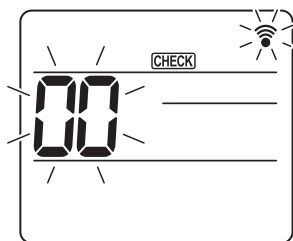
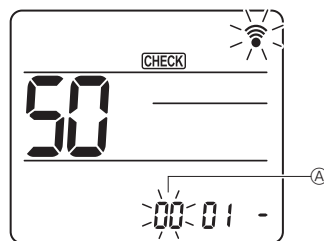
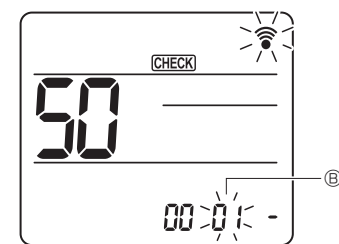
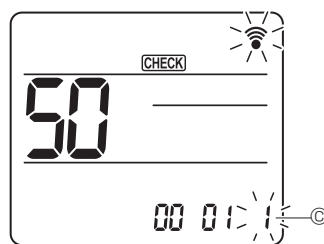

Fig. 7-16
Fig. 7-17
Fig. 7-18
Fig. 7-19
7.4.2. À l'aide de la télécommande sans fil (Fig. 7-16, Fig. 7-17, Fig. 7-18, Fig. 7-19)
① Accès au mode de sélection des fonctions
- Appuyez sur la touche [MENU] pendant 5 secondes. (Commencez cette opération lorsque l'affichage de la télécommande est éteint.) [CHECK] s'allume et "00" clignote. (Fig. 7-16)
② Réglage du numéro d'appareil
- Appuyez sur les touches [DOWN] pour régler le numéro d'appareil A. (Fig. 7-17)
③ Sélection d'un mode
- Appuyez sur les touches [DOWN] pour régler le numéro de mode B. (Fig. 7-18)
④ Sélection du numéro de réglage
- Utilisez la touche [DOWN] pour changer le numéro de réglage C. (Fig. 7-19)